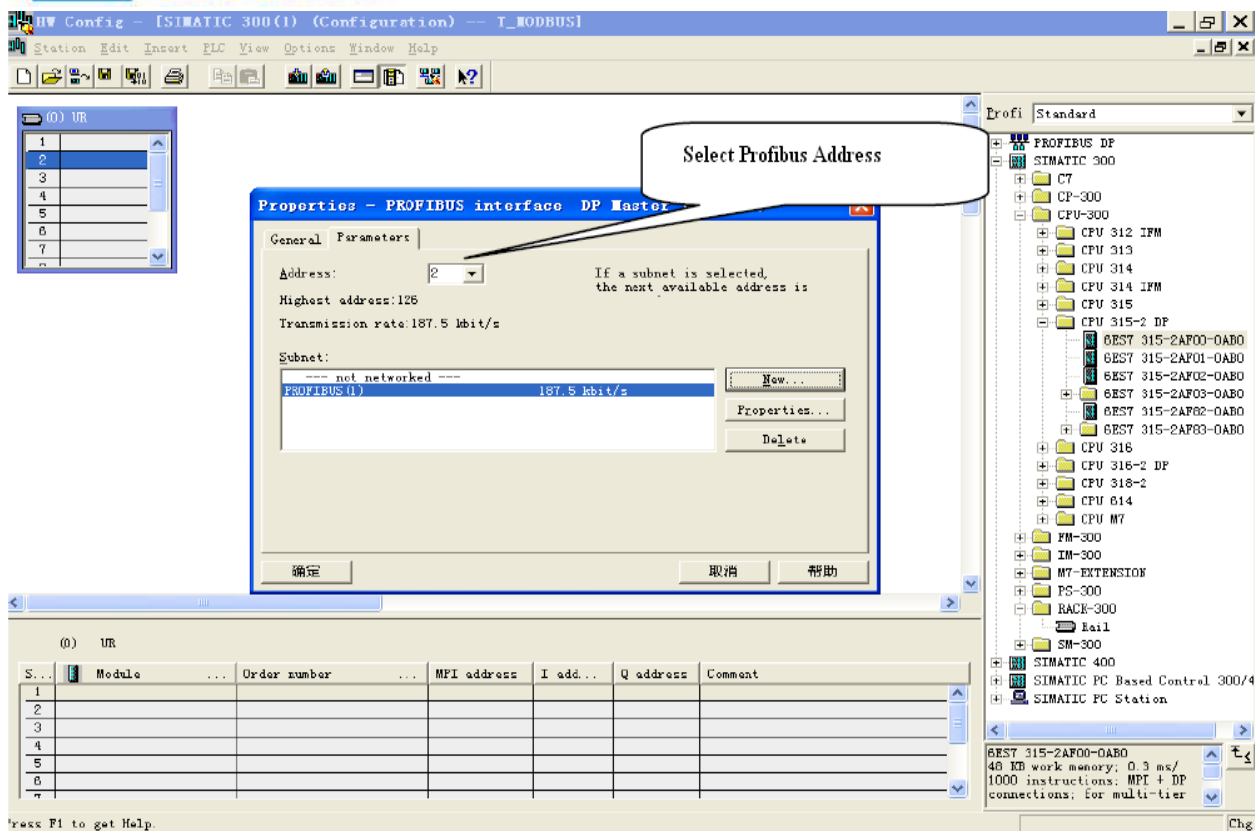

图 9
10. 选择 PROFIBUS Master station 地址, 如图 9: